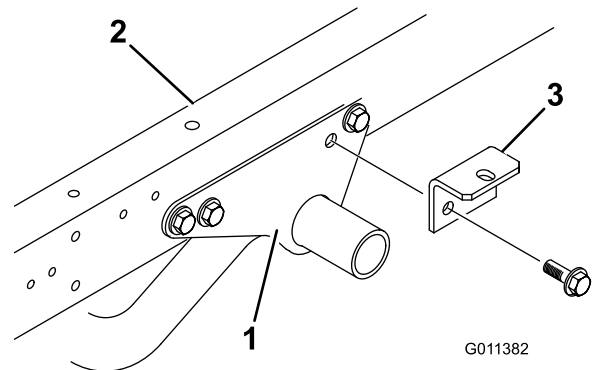

Bild 5
1. Entfernen Sie die beiden Bundkopfschrauben und Bundsicherungsmuttern, mit denen die Rückseite der Motorrahmenbefestigungshalterung an jeder Seite des Fahrzeugrahmens des Workman-Fahrzeugs befestigt ist (Bild 5).
2. Befestigen Sie eine Anbaugeräthalterung mit den beiden zuvor in Schritt 1 entfernten Bundkopfschrauben und Bundmuttern lose an der Motorrahmenbefestigungshalterung des Workman-Fahrzeugs (Bild 5).